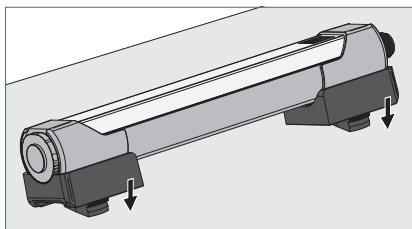

Fig. 3: Montare l'apparecchio d'illuminazione sugli elementi di fissaggio.
- ▶ Posizionare l'apparecchio d'illuminazione con i supporti montati sugli elementi di fissaggio e spingere l'apparecchio verso il basso fino a quando i supporti non scattano in posizione negli elementi di fissaggio, vedi Fig. 3.